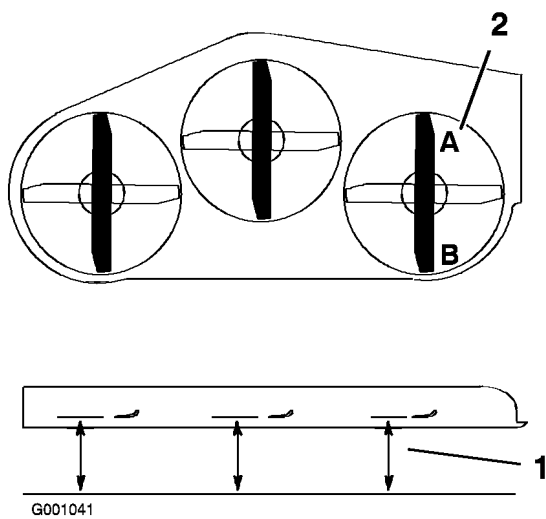

Figure 59
- Tournez la lame droite dans le sens longitudinal (Figure 59).
2. Mesurez la distance au point **A** entre la surface plane et le tranchant de la pointe de la lame droite (Figure 59).
4. Mesurez la distance au point **B** entre la surface plane et le tranchant de la pointe de la lame droite (Figure 59).
6. La lame doit être plus basse de 6 à 10 mm au point **A** qu'au point **B** (Figure 59). Si ce n'est pas le cas, passez aux étapes suivantes.